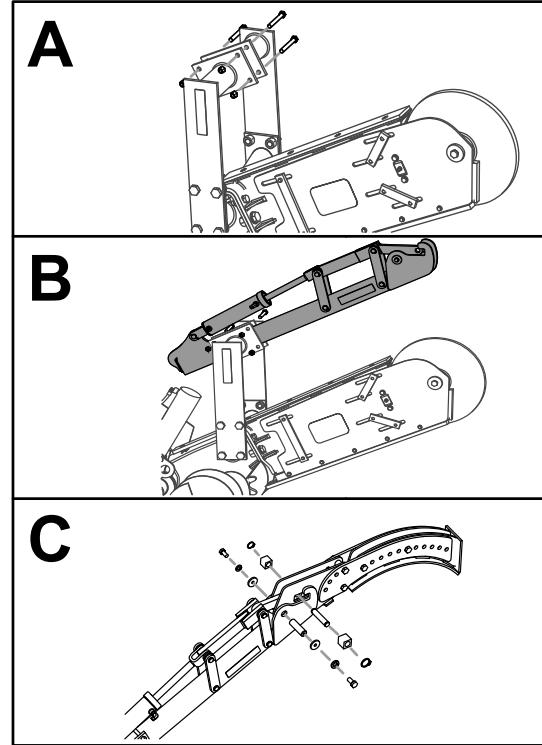

図 2
1. クラムバー取り付けブラケットをブームに固定しているボルト4本とロックナット4個を外す図 2。
2. クラムバーチューブアセンブリを取り付ける先ほど外したボルト4本とロックナット4個を使用する図 2。
3. クラムバープレートアセンブリをクラムバーチューブアセンブリに、図2のように取り付ける。